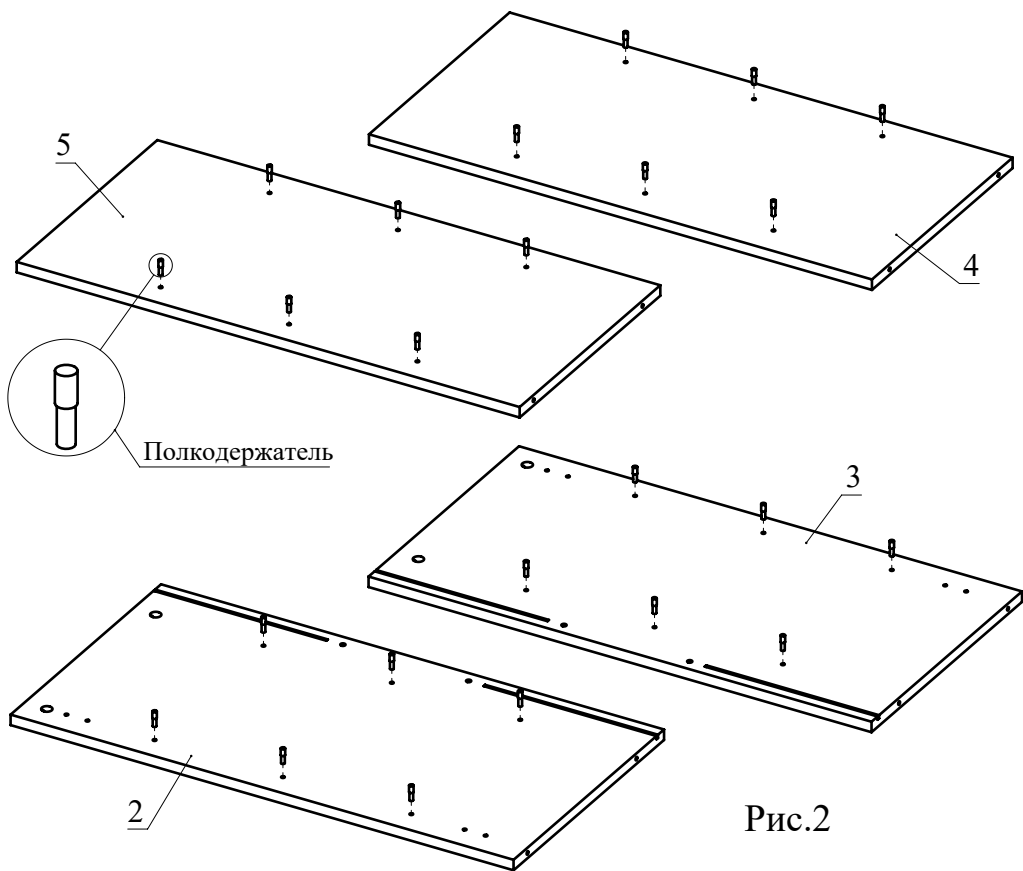

Рис.2
2. Установите полкодержатели в детали 2, 3, 4, 5 (Рис. 2)